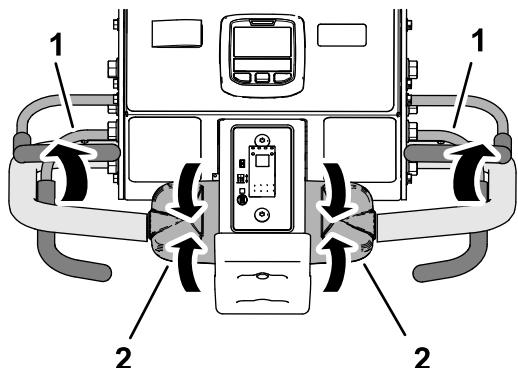

图 98
- 松开牵引控制装置让其移动至空档位置松开操作员到位把手图 98。